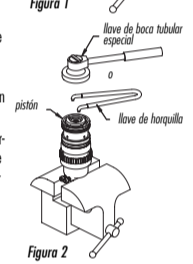
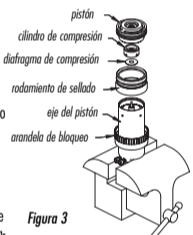

Figura 2
Figura 3
4. Agarre con la mordaza por el agujero de fijación del pistón y utilice una llave de horquilla o de boca tubular especial (de Cane Creek) para desenroscar y extraer el pistón (Figura 2). Tenga cuidado de no perder el cilindro de compresión ni el diafragma de compresión (Figura 3).
5. A continuación, retire el rodamiento de sellado del eje del pistón, deslizándolo por el eje hacia fuera (Figura 3). También puede retirar el anillo de bloqueo y sustituir el anillo de fricción (Figura 4).